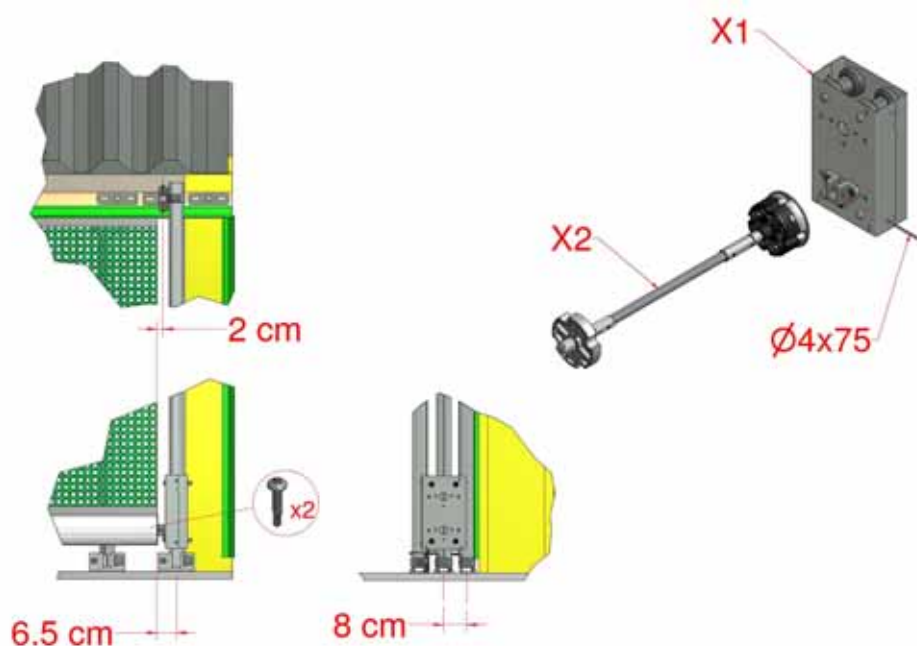

Abbildung 24: Fahrwerkskasten – freies Ende
- 6.1 Zur Montage des als Option erhältlichen Fahrwerkskastens für das freie Ende die zusätzliche(n) stirnseitige(n) Halterungen (E1) am freien Ende montieren, siehe Abschnitt 2.1. Das Ende des unteren Rollrohrs muss 2 cm von der Mitte der oberen stirnseitigen Halterungen (E1) bzw. 6,5 cm von der Mittellinie des Torsionsrohrs entfernt enden, siehe Abbildung 24.
- 6.2 Für stirn-/stirnseitige Montage Löcher zur Befestigung im Fußboden vorbohren, so dass der Mittelpunkt des Rohrs 8 cm von der Mitte des inneren Führungsrohrs entfernt ist, siehe Abbildung 24. Welle für freies Ende in das Ende des unteren Rollrohrs einschieben und mit zwei selbstbohrenden Schrauben M4.2x19 sichern.